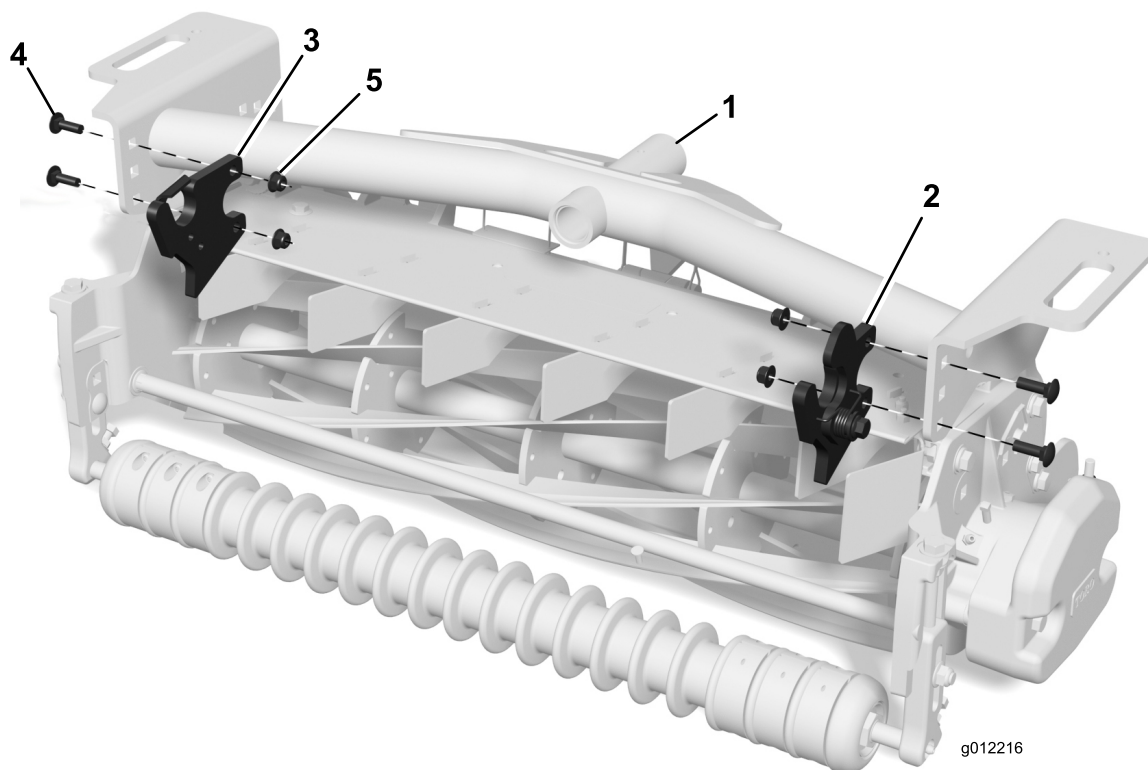

Рисунок 4
3. Установите направляющую в сборе во внутреннюю часть правого края каждой несущей рамы при помощи 2 каретных болтов (5/16 x 1 дюйм) и гаек с буртиками (5/16 дюйма) как показано на Рисунок 4.
4. Установите кронштейн в сборе во внутреннюю часть левого края каждой несущей рамы при помощи 2 каретных болтов (5/16 x 1 дюйм) и гаек с буртиками (5/16 дюйма) как показано на Рисунок 4.